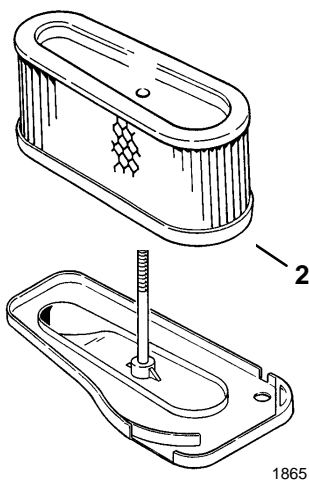

**Figure 28**
4. Faire glisser délicatement l'élément en mousse pour le retirer de l'élément en papier (Fig. 28).
1. Glisser délicatement l'élément de filtre en mousse sur l'élément en papier (Fig. 28).